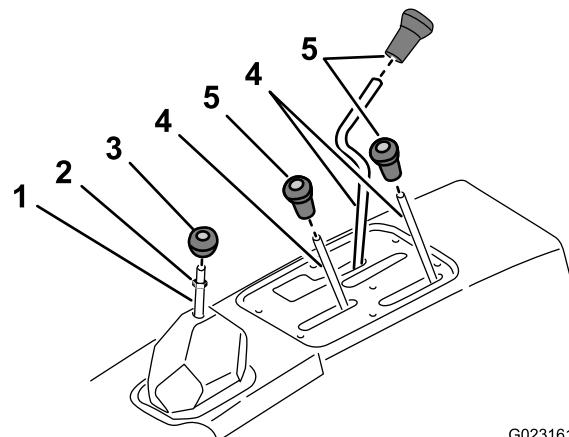

Figura 2
1. Desenrosque y retire los pomos de todas las palancas de la consola y de la palanca de cambios (Figura 2).
2. Retire la contratuercia de la palanca de cambios (Figura 2).